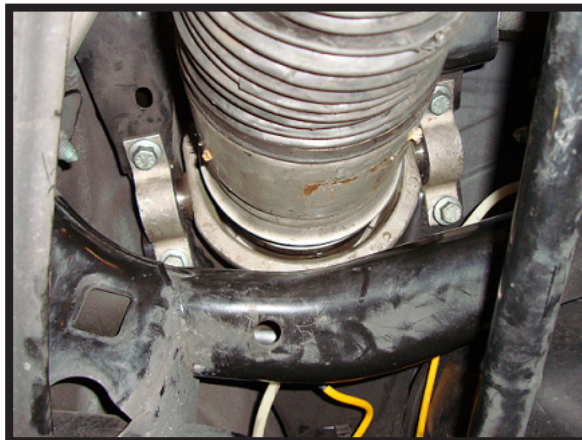

FIGURA 10-2
5. ESTRARRE I QUATTRO (4) BULLONI DI MONTAGGIO. (FIGURA 10-2)